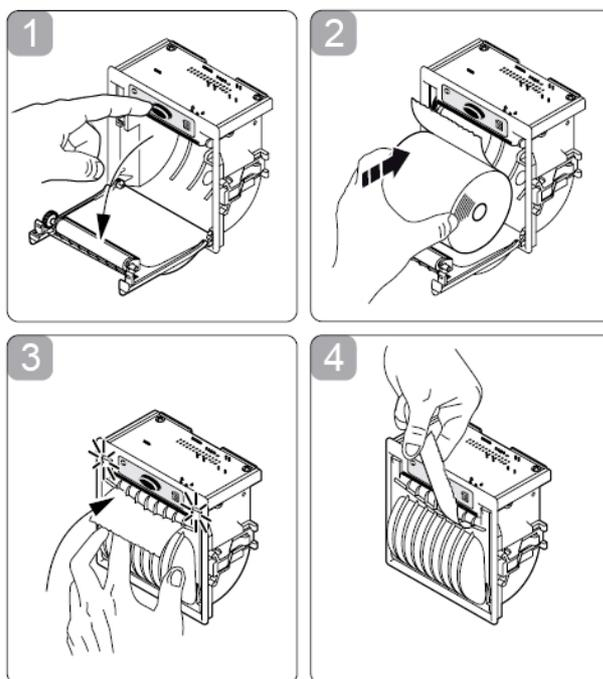

Рис. 3
4. Установите рулон бумаги, убедившись, что он разворачивается в нужном направлении, как показано на рис. 3/2.
6. Удерживайте свободный конец бумаги с одной стороны и закройте крышку с другой стороны, как показано на рис. 3/3, так чтобы крышка принтера была закрыта.
7. Оторвите лишнюю бумагу с помощью зубчатых краев (смотрите Рис. 3/4)